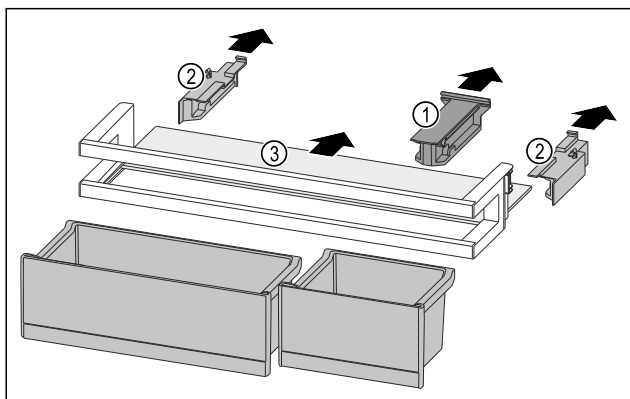

Fig. 92
- Skinite pridrži dio Fig. 92 (1).
- Skinite bočne dijelove Fig. 92 (2).
- Izvadite policu Fig. 92 (3).